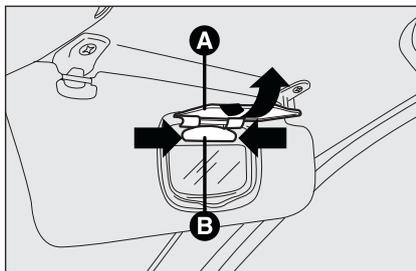

fig. 45
- aprire la copertura **A**-fig. 45 dello specchietto;